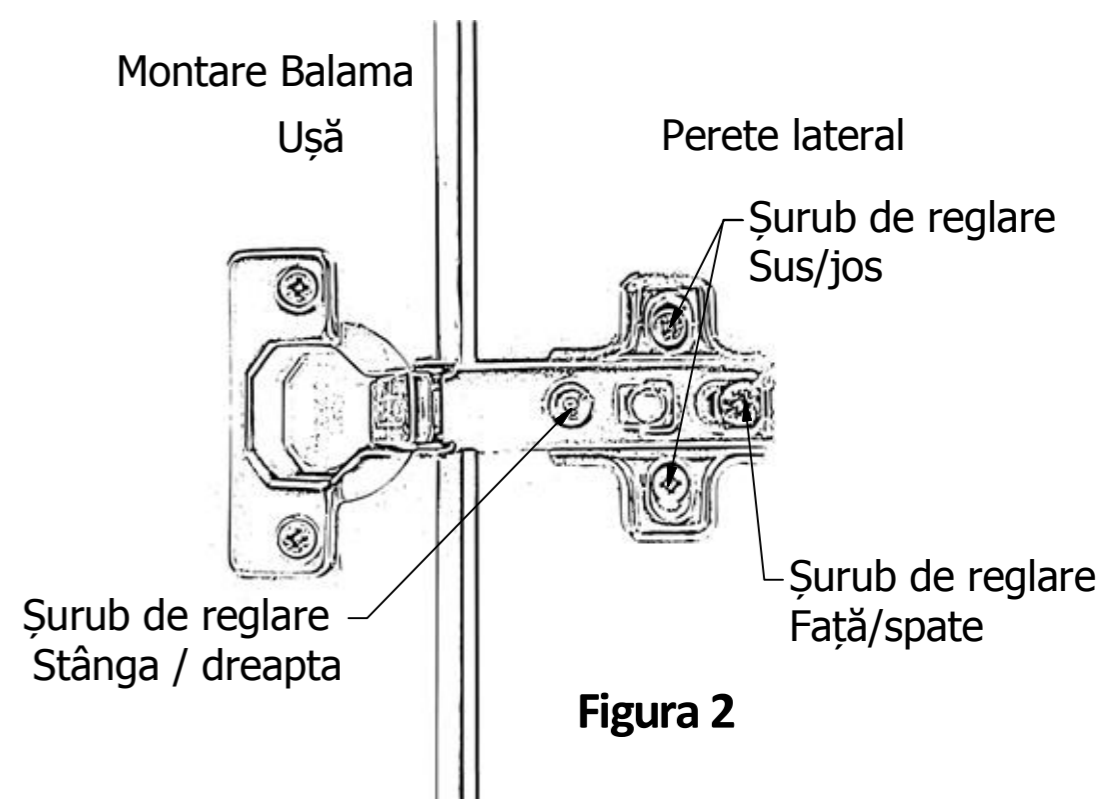

Figura 2
4) Se fixează ușile de corp prin prinderea balamalelor. Dacă podeaua nu este perfect dreaptă este posibil ca ușile să nu se închidă la linie. Pentru aceasta mai puteți face reglaje din balamale prin strângerea sau desfacerea șuruburilor de reglaj cu ajutorul unei șurubelnițe în cruce conform figura 2.